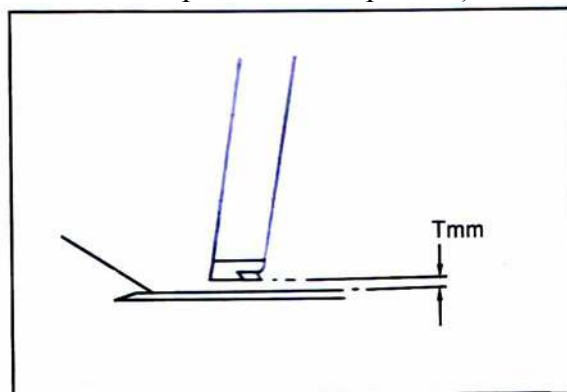

Рис. 13
2) Зазор между иглой и петлителем должен быть таким, как показано на рис. 13, когда машина в действии. Если требуется регулировка, ослабьте кривошип, перемещайте его вперед и назад и затяните кривошип (рис. 15). Если регулировка с помощью винтов недостаточна, то толщина прокладки под основанием кривошипа должна быть изменена.